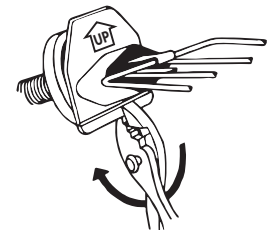

FIGURE 4
a) Si le bas de la plaque de plastique touche le fond du réservoir, empêchant ainsi le dégivreur d'être étroitement ajusté contre le trou de drainage, casser la bande de plastique le long de la rainure, comme montré dans la figure 4.